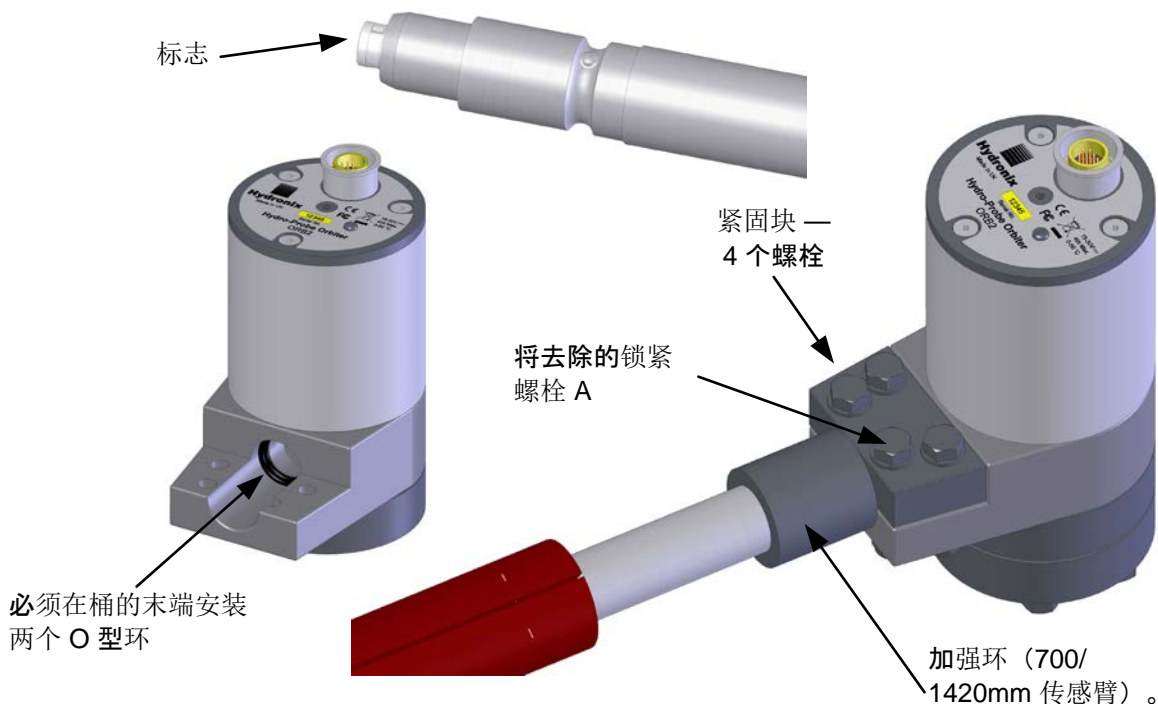

图 2: 将传感臂安装在传感器头部装置中
700mm 传感臂的另一个特性是具有加强环，可以安装在传感臂顶部，请参见图 2。这旨在提高传感臂的强度。
- 松开头部装置上的 4 传感臂紧固螺栓并取下锁紧螺栓 (A)。
- 安装两个 O 型环。它们应位于紧固块内，如图 2 所示。